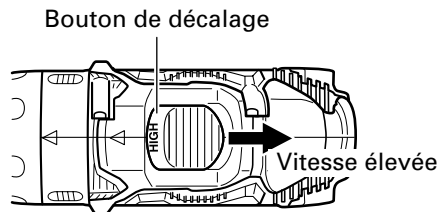

Fig. 18
- (1) Actionnez le bouton de décalage pour changer la vitesse de rotation. Enfoncez le bouton de blocage pour relâcher le blocage et déplacez le bouton de décalage dans la direction de la flèche. (Voir les Fig. 18 et 19)